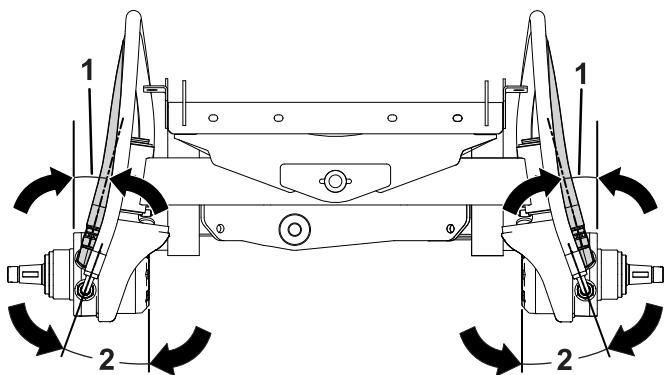

Рисунок 12
- Отрегулируйте прямоугольный штуцер так, чтобы он находился под углом 15° , как показано на Рисунок 12.
- Отрегулируйте прямоугольный штуцер шланга так, чтобы он находился под углом 20° , как показано на Рисунок 12.
Примечание: Проследите, чтобы углы были установлены так, как показано на Рисунок 12.